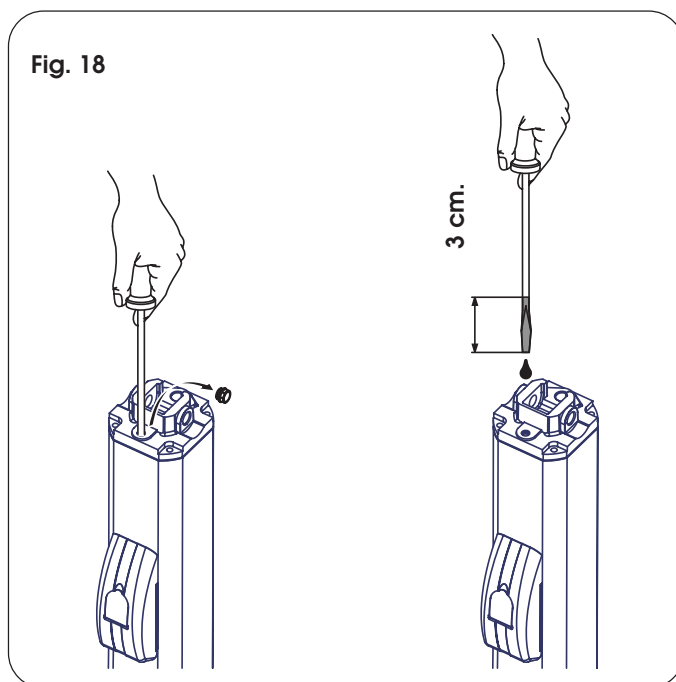

Fig. 18
- Introdurre un cacciavite fino a battuta contro il motore elettrico come da Fig. 18.
- Estrarre il cacciavite e verificare il livello come da Fig. 18.